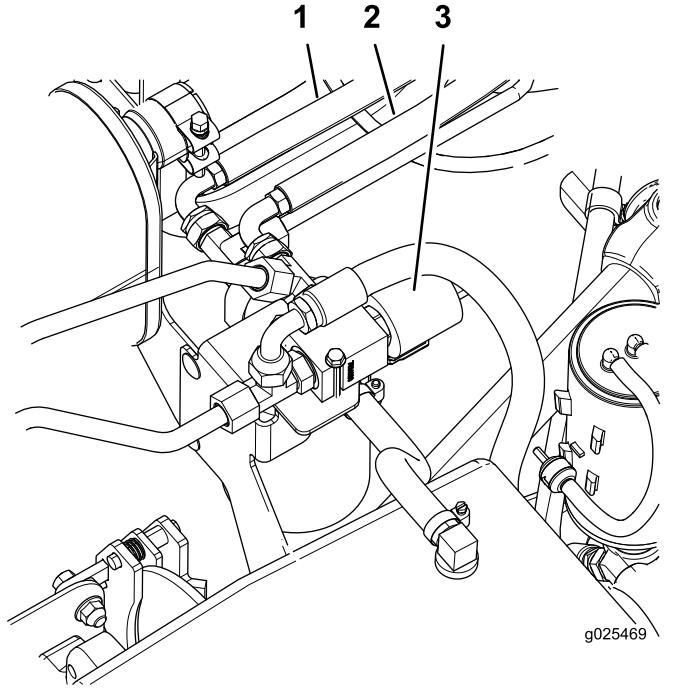

図 16
3. 長いホース 2197 mmをマニホールドのT字フィッティングに取り付ける図 16。
4. 長いホース 2045 mmをフィルタハウジングのT字フィッティングに取り付ける図 16。